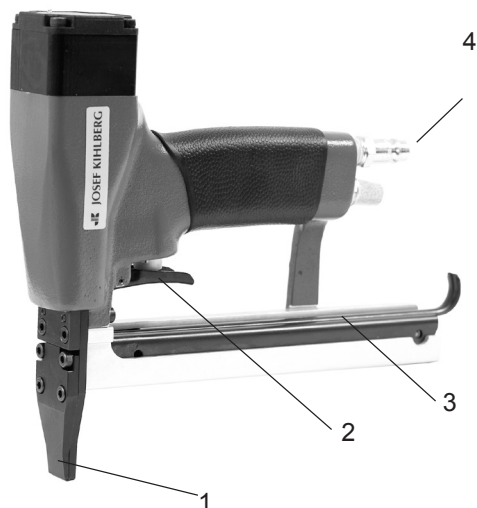

Fig. 1
2. Tryck sedan på avtryckaren (fig.1/2).